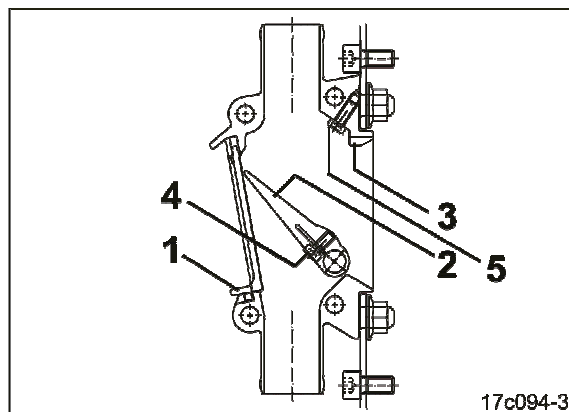

Рис. 176
2. Сдвиньте монтажный люк (Рис. 176/1) вверх и извлеките движением вперед из распределительной коробки.
3. Прижмите заслонку (Рис. 176/2) до упора (Рис. 176/3) и привинтите к валу. Не затягивайте сильно болт с внутренним шестигранником (Рис. 176/4), чтобы заслонку не заклинило.
4. Ввинтите без усилия фиксирующий винт (Рис. 176/5), чтобы заслонка не задевала за головку винта.